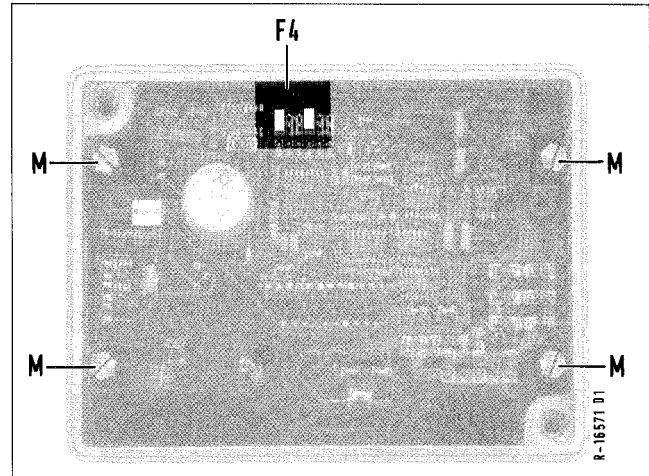

Fig. 4 Carte d'entrée (M = boulon)
2.2.2 Changement de l'hystérésis (cf. Fig. 4 et tableau 1)